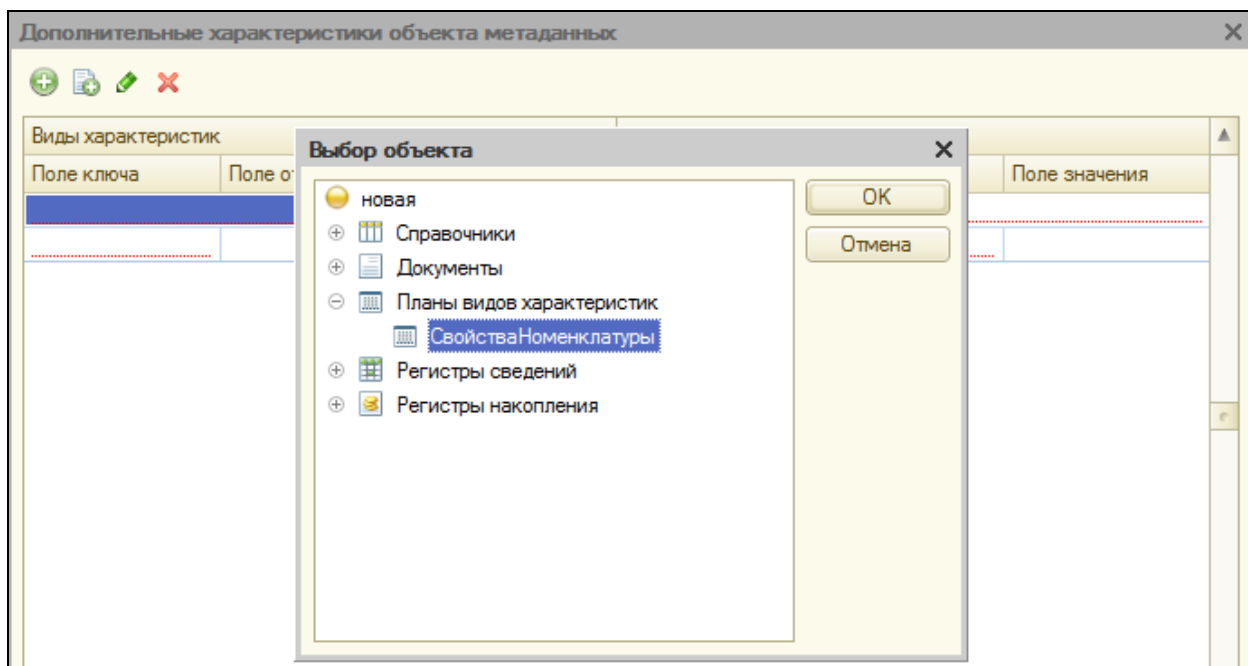

Рисунок 6.10 Выбор объекта дополнительных характеристик
14. Кнопкой Добавить (+) выбрать из группы Планы видов характеристик элемент **СвойстваНоменклатуры** (рис.6.10).